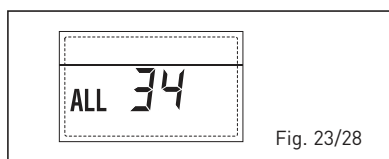

Fig. 23/28
- **ANOMALIA COMUNICAZIONE SCHEDINO RS-485 E SCHEDINO RS-485 "ALL 35" (fig. 23/29)**